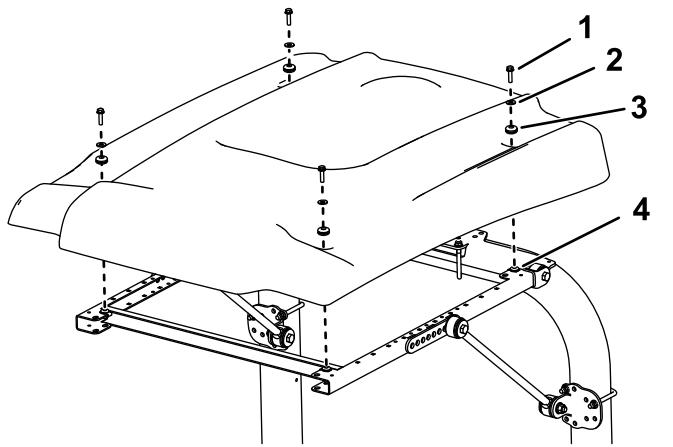

Figura 21
16. Ao alinhar os furos de montagem, posicione o toldo na estrutura como se mostra na Figura 21.